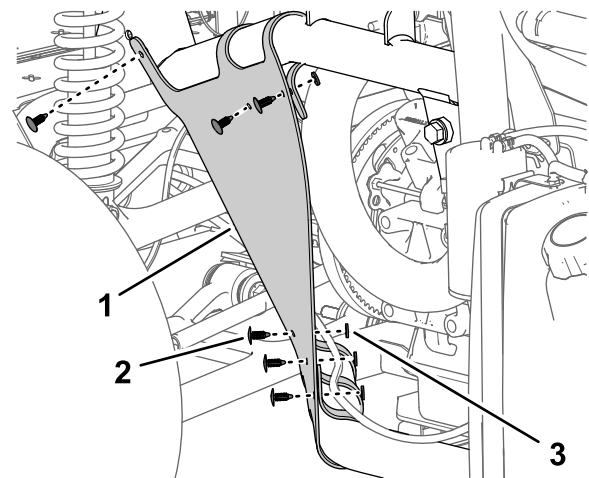

Рисунок 12
4. Удалите 6 вставных держателей и 5 шайб (9/16 x 1/2 дюйма), которые крепят внутренний кожух крыла к раме машины (Рисунок 12).